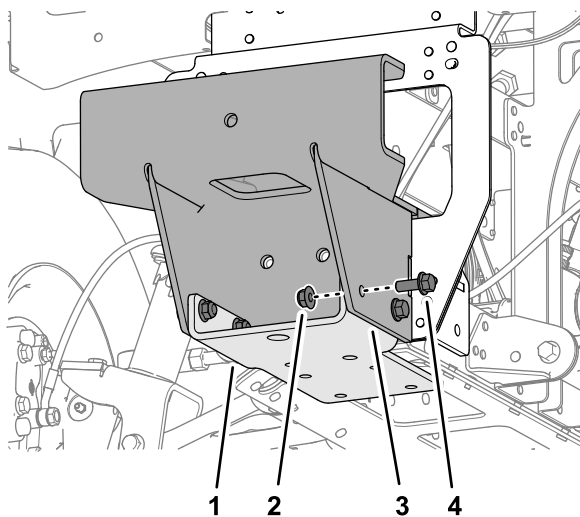

Bild 49
2. Befestigen Sie die untere Halterung mit vier Bundbolzen (3/8" x 1") und vier Sicherungsbundmuttern (3/8") lose an der Befestigung für den Ballaufnehmer (Bild 49).
5. Nehmen Sie die vier Bundbolzen ($\frac{3}{8}$ " x 1"), die vier Sicherungsbundmutter ($\frac{3}{8}$ ") und die untere Halterung von der Befestigung für den Ballaufnehmers ab (**Bild 49**).